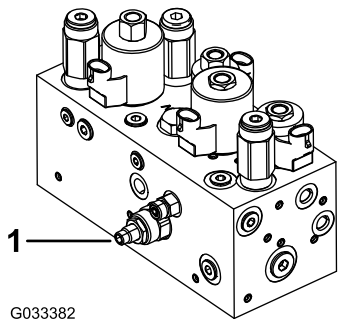

Рисунок 48
Гидравлический контур подъема/опускания режущих блоков оснащен клапаном-регулятором расхода (Рисунок 48). Этот клапан настроен на заводе-изготовителе в положение, соответствующее приблизительно трем оборотам в сторону открывания, но может потребоваться его регулировка для компенсации различий в температурах гидравлического масла, скоростей скашивания и т.п.
1. Поднимите сиденье и найдите клапан-регулятор расхода (Рисунок 48) для средней приводной рамы, расположенный на боковой стороне гидравлического коллектора.